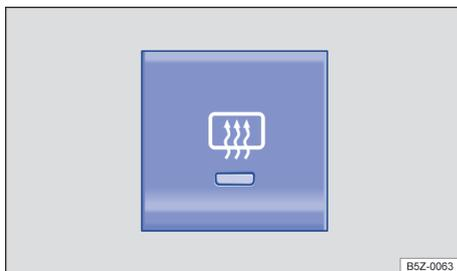

Fig. 87 No console central: botão do desembaçador do vidro traseiro.
- Pressionar o botão → Fig. 87 para ligar o desembaçador do vidro traseiro.